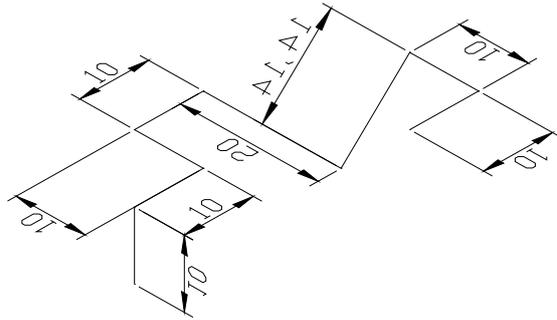

Рисунок 2.5
- сохранить полученную траекторию в виде блока в личную папку (рисунок 2.5).